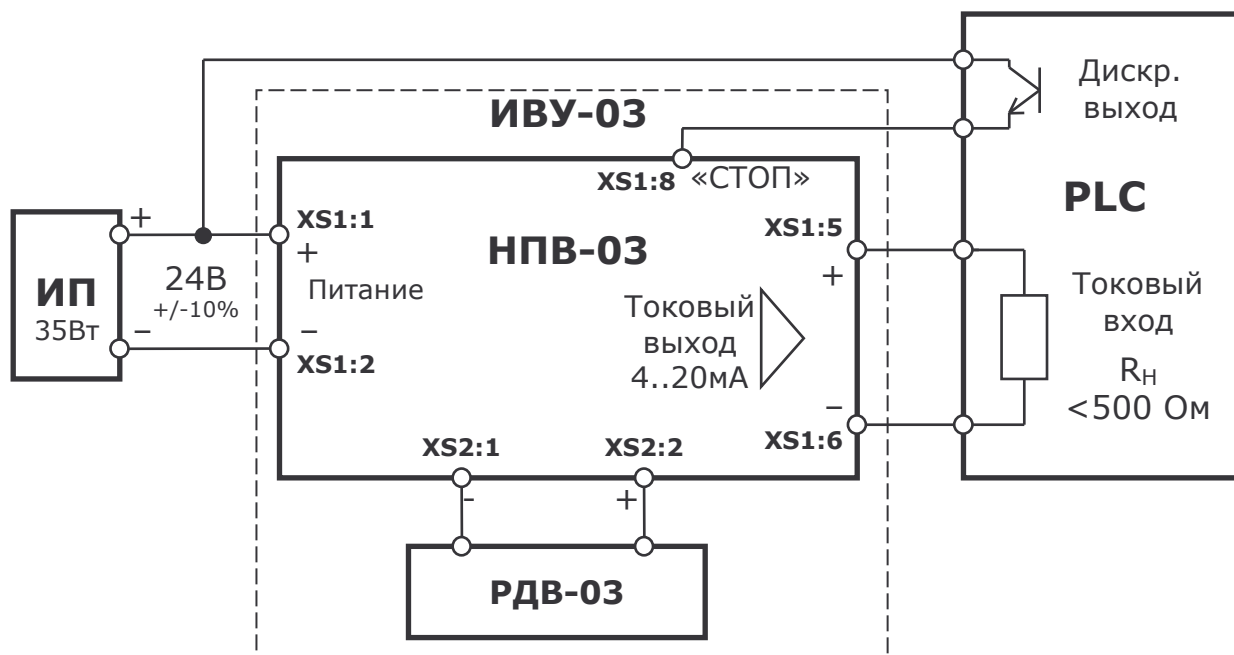

Рис. 4.1. Типовая схема подключения ИВУ-03
**4.3. Типовая схема** подключения ИВУ-03 показана на рис.4.1.
**5.3. Настройка ИВУ-03** осуществляется на установленном и подключенном устройстве согласно схеме рис.4.1.
1. Подключить ИВУ-03 согласно схеме рис.4.1. и подать питание;